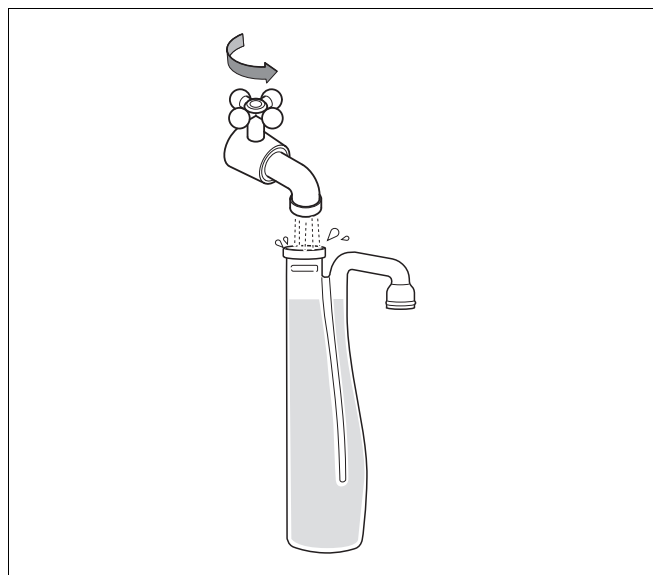

Fig. 6 Sifon met water vullen
- Vul de sifon (uit de leveringsomvang van het cv-toestel) met water (fig. 6).